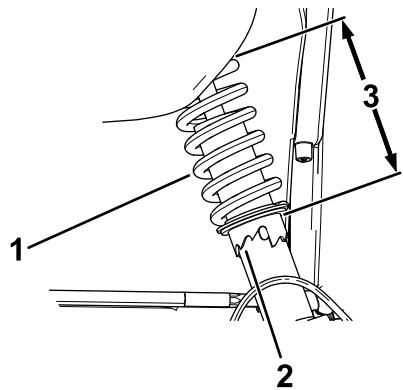

図 40
2. キャンバの調整が必要な場合には、スパナレンチでショックアブソーバのカラーを回してホイールを整列させる図 40。